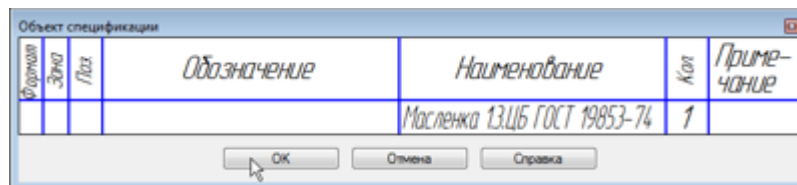

Рисунок 21.
- Нажмите кнопку ОК — объект спецификации будет сохранен в файле модели (рис.21).